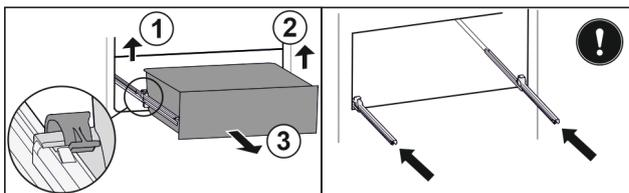

Fig. 102
- ▶ Levante la brida izquierda y, simultáneamente, tire de la parte izquierda del cajón hacia delante. Fig. 102 (1)
- ▶ Levante la brida derecha y, simultáneamente, tire de la parte derecha del cajón hacia delante. Fig. 102 (2)
- ▶ Extraiga el cajón hacia delante. Fig. 102 (3)